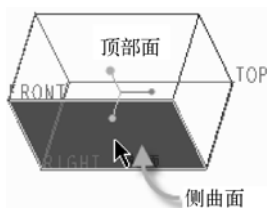

图 4-75 指定拔模曲面
① 在“快速访问”工具栏中单击“打开”按钮，系统弹出“文件打开”对话框，选择配套文件“bc_4_draft_3.prt”，然后在“文件打开”对话框中单击“打开”按钮。该文件中存在着一个长方体形状模型。
② 在功能区“模型”选项卡的“工程”面板中单击“拔模”按钮，打开“拔模”选项卡。
③ 选择图 4-75 所示的一个侧曲面作为拔模曲面。
④ 在“拔模”选项卡中的“拔模枢轴”收集器的框中单击以将其激活，接着在模型中选择顶部实体平整面定义拔模枢轴，
⑤ 打开“分割”面板，接着从“分割选项”下拉列表框中选择“根据分割对象分割”选项。